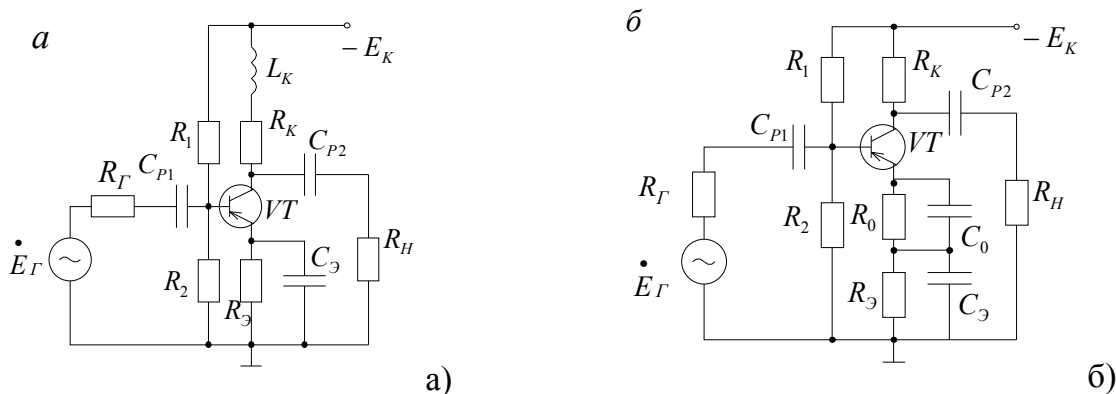

Рис.1
2.12. Принцип работы усилителя с параллельной индуктивной высокочастотной коррекцией (рис.1а). Выбор параметров элементов ВЧ-коррекции. Влияние коэффициента ВЧ-коррекции на АЧХ.
2.13. Принцип работы усилителя с параллельной индуктивной высокочастотной коррекцией (рис.1а). Выбор параметров элементов ВЧ-коррекции. Влияние коэффициента ВЧ-коррекции на переходную характеристику.
2.14. Принцип работы усилителя с эмиттерной высокочастотной коррекцией (рис.1б). Выбор параметров элементов ВЧ-коррекции. Влияние коэффициента ВЧ-коррекции на АЧХ.